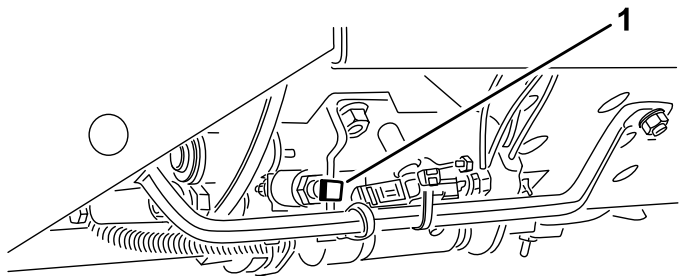

Bild 23
**Wichtig:** Die Mähgeschwindigkeit wird im Werk auf 9,7 km/h eingestellt. Sie können die Mähgeschwindigkeit durch Drehen an der Geschwindigkeitsanschlagschraube (Bild 23) erhöhen oder verringern.